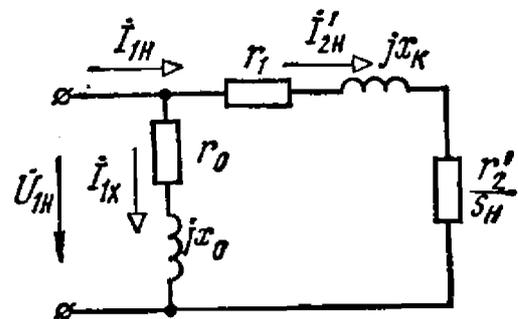

Рис. 15.6
15.6. По данным каталога определить сопротивления r_1 , r_2' и x_k элементов Г-образной эквивалентной схемы (рис. 15.6), соответствующей длительному режиму работы трехфазного короткозамкнутого асинхронного двигателя типа А2-71-6 при частоте вращения ротора n , превышающей критическую скорость $n_{кр}$. Механическими потерями двигателя пренебречь.
Для Г-образной эквивалентной схемы рис. 15.6 составим два уравнения баланса мощностей.